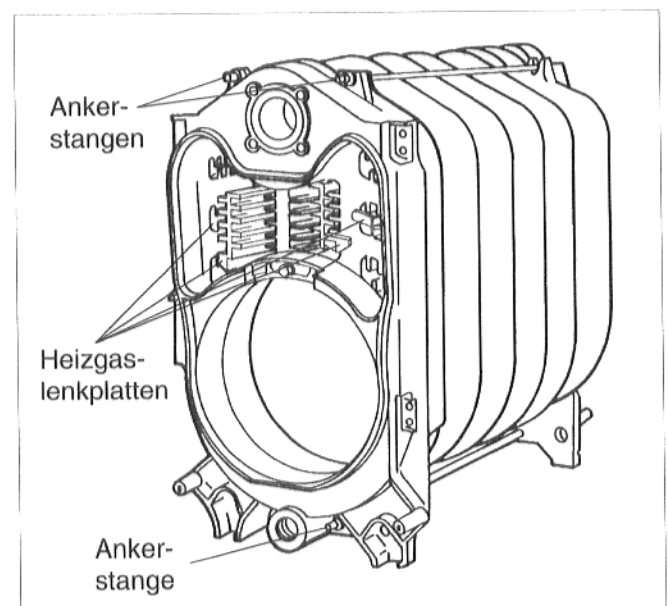

Abb. 3
- Heizgaslenkplatten nach vorne aus den Heizgaszügen entnehmen (Abb. 3).
- Ankerstangen lösen und abnehmen (Abb. 3).